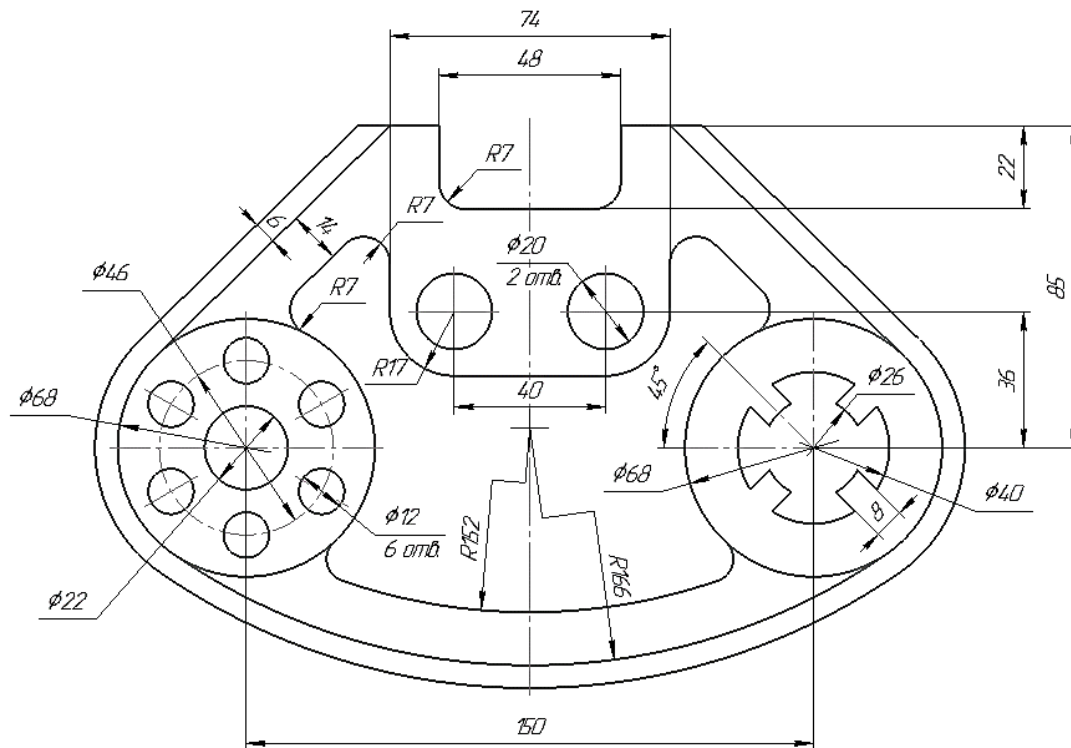

Рис. 81. Простановка размеров
2.18 Проставить размеры. На компактной панели выбрать команду **Размеры** . Для простановки размеров использовать команды: **диаметральный размер** ; **линейный размер** ; **угловой размер** ; **радиальный размер** (рис. 81).